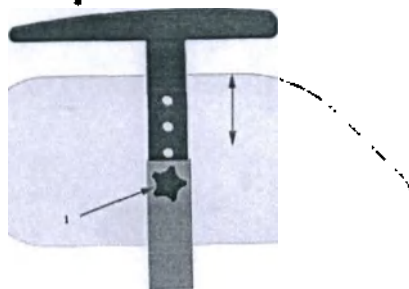

Рис. 1.8
5.4.4 Кресла оснащены съёмными подлокотниками, имеющими мягкие накладки на поручнях. Для снятия подлокотника, разожмите барашек (поз.1, рис.1.8) и поднимите подлокотника вверх. Для регулировки подлокотника по высоте ослабьте барашек (поз.1, рис.1.8) и извлеките его из отверстия, потом отрегулируйте высоту относительно отверстий. Затяните барашек.